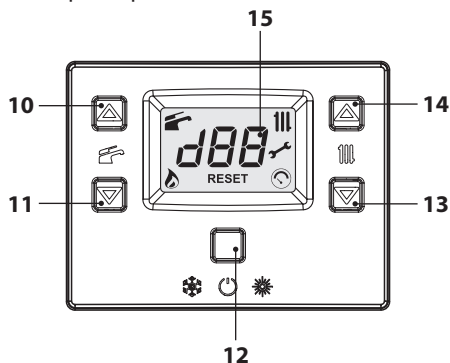
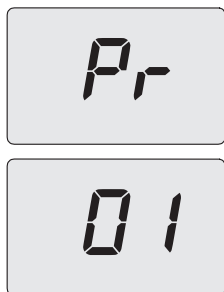
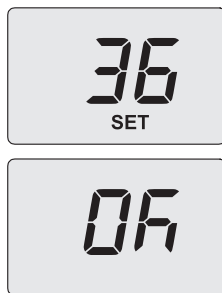

Рис. 5.41
Рис. 5.42
Рис. 5.44
- Войдите в «режим программирования», нажав одновременно и удерживая в течение 10 секунд кнопки 12-13-14 (Рис. 5.41) до появления на ЖК-дисплее букв **Pr**, которые сменяются кодом **01**, обозначая вход в «параметр 01» (Рис. 5.42).
- При помощи кнопок 10 и 11 можно изменить значение параметра 10 с **00=0** сек. до **100=510** сек. (увеличение или уменьшение значения на единицу на дисплее соответствует 5 секундам). Например, 36 = 180 секунд. На дисплее отобразится надпись **SET** (Рис. 5.44).
- С помощью кнопки 12 (Рис. 5.41) подтвердите заданное значение. На дисплее на 3 сек. появится надпись **Ok** (Рис. 5.44) с последующей визуализацией перечня параметров.
- Для выхода нажмите кнопку 12 (Рис. 5.41) и отключите электропитание.